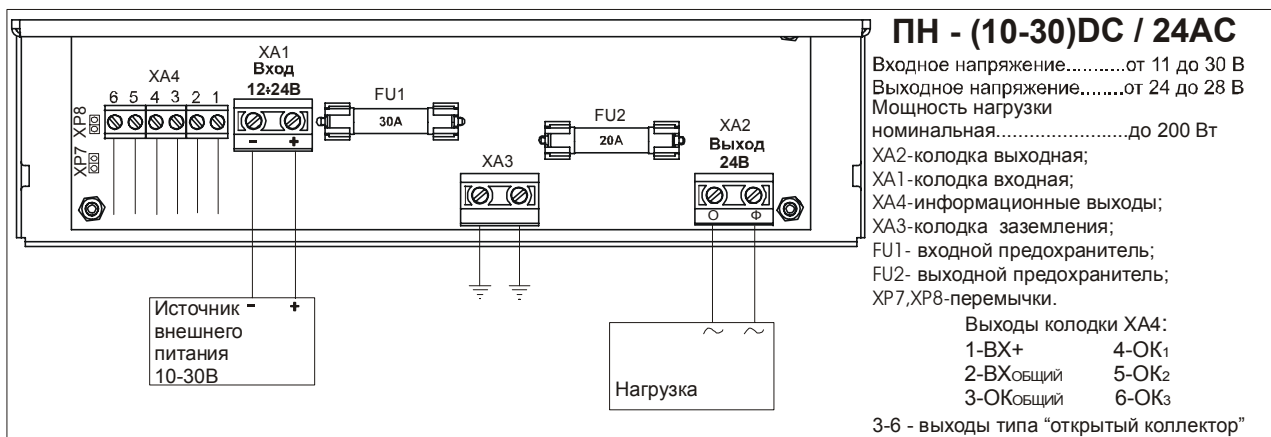

Рисунок 2
5.7. Подключение преобразователя (см. рисунок 2, приложения А) производится в следующей последовательности.